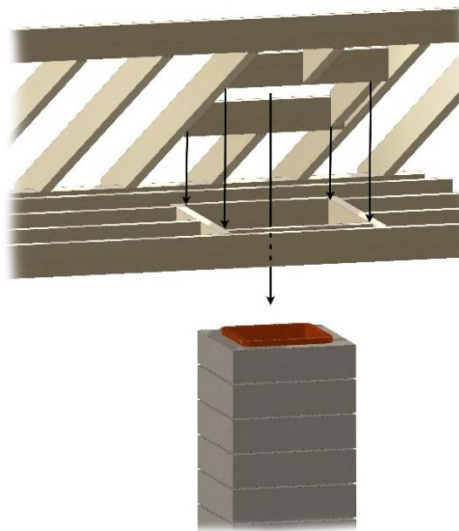

Figure 26. Pénétration du toit
C. Mesurez de tous les côtés du clou et marquez l'ouverture requise, puis découpez un trou dans le toit. N'oubliez pas que le trou est mesuré sur l'horizontale, puis projeté sur le toit. Le trou peut donc être plus grand, en fonction de la pente du toit. Voir la Figure 26.